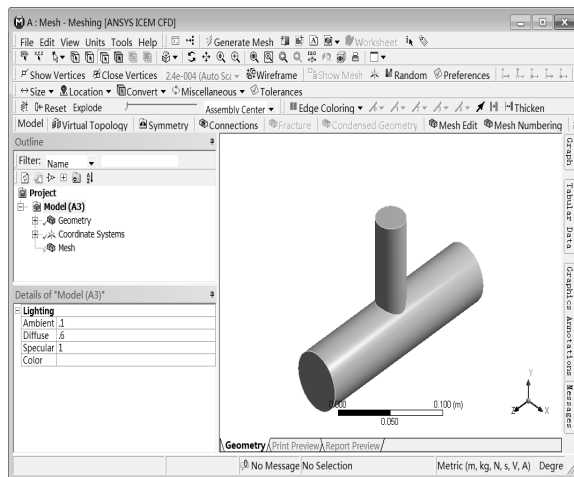

图 3-59 Mesh 网格划分平台
Step11: Mesh 网格划分平台被加载, 如图 3-59 所示。